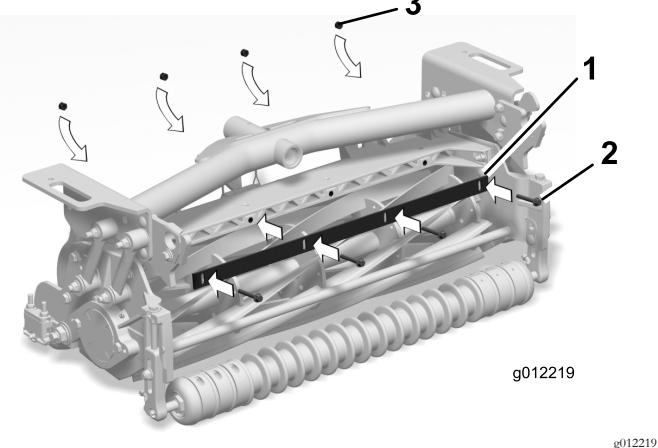

Figura 7
- Montate senza fissare la barra di taglio al telaio dell'apparato di taglio con 4 bulloni (1/4 x 1-3/4 poll.) e 4 dadi di bloccaggio (1/4 poll.) (Figura 7).
- 5. Serrate i bulloni e i dadi di bloccaggio(Figura 7).